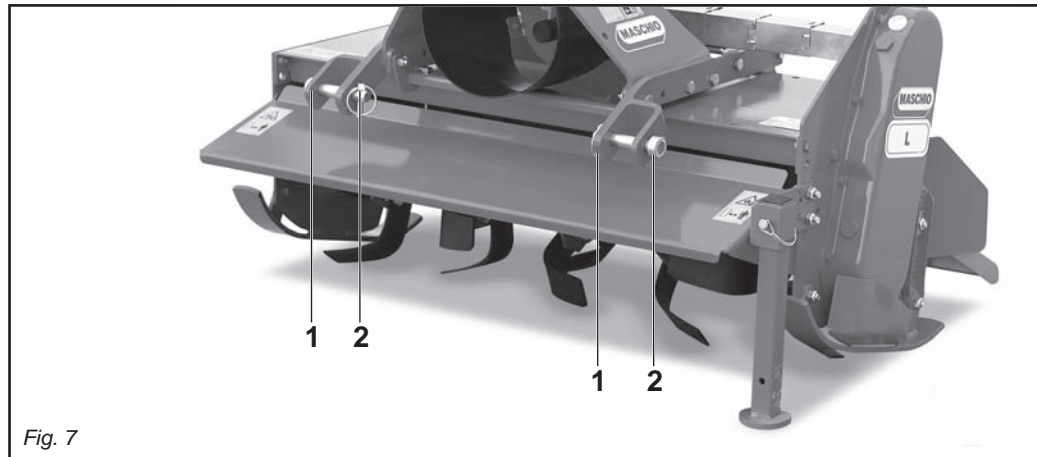

Fig. 7
In base alle dimensioni specifiche di questi tipi di attacchi dei trattori è necessario determinare la posizione più favorevole della macchina spostando opportunamente le piastre (1 Fig. 7) e inserendo i perni (2 Fig. 7) nei fori corrispondenti al giusto diametro delle parallele del trattore.
Le piastre vanno montate sempre e solo come mostrato in Fig. 7.
*Depending on the precise dimensions of these two types of hitches, find the best position for the machine by moving the plates (1 Fig. 7) along and inserting the pin (2 Fig. 7) in the holes corresponding to the correct diameter for the tractor's parallel arms.*
*The plates must always and only be mounted as shown in Fig. 7.*
En fonction des dimensions spécifiques de ces types d'attelages des tracteurs il faut déterminer la position la plus favorable de la machine en déplaçant, les plaques (1 Fig. 7) et introduire les axes (2 Fig. 7) dans les trous correspondant au bon diamètre des parallèles du tracteur.
Les plaques doivent obligatoirement être montées comme illustré dans la Fig. 7.
*Der Anbau der Maschine am Schlepper erfolgt nur dann, wenn die Maschine am Boden steht, und zwar auf ebenem Gelände. Alle Maschinen können an jedem beliebigen Schlepper mit Universal-Dreipunktaufhängung der 1. Kategorie angebaut werden. Aufgrund der spezifischen Abmessungen dieser beiden Schlepperschlüsse kann man die günstigste Position der Maschine festlegen, indem man die Platten (1 Abb. 7) und die Bolzen (2 Abb. 7) in die entsprechenden Bohrungen mit dem richtigen Durchmesser auf dem Schleppergestänge einsteckt.*
*Die Platten dürfen nur und ausschließlich so montiert werden, wie es in Abb. 7 gezeigt ist. Der Hersteller haftet nicht für die Beschädigung der Maschine oder des Schlepplers infolge der Nichtbeachtung dieser Angabe.*
Todas las máquinas pueden ser adaptadas a cualquier tractor dotado de enganche universal de tres puntos de 1ª categoría. En relación a las dimensiones específicas de estos tipos de enganche de los tractores hace falta determinar la posición más favorable de la máquina desplazando oportunamente las placas (1 Fig. 7) e introduciendo los pernos (2 Fig. 7) en los orificios correspondientes al correcto diámetro de las paralelas del tractor.
Las placas deben ser montadas siempre y solamente según lo indicado en la Fig. 7 con los orificios posicionados delante del tubo cuadrado.
- 1) Accostare le parallele del sollevatore ponendole all'interno delle piastre (1 Fig. 7), inserire il perno (2 Fig. 7) nel foro predisposto e bloccare con le copiglie a scatto.
- 1) Near the lift bars, setting them in the most suitable plates (1 Fig. 7). Insert the pin (2 Fig. 7) into the relative hole and lock in place with the snap-in split pins.
- 1) Approchez les barres du relevage en les plaçant à l'intérieur des plaques les plus appropriées (1 Fig. 7), introduisez l'axe (2 Fig. 7) dans le trou correspondant et bloquez par les goupilles à encastrement.